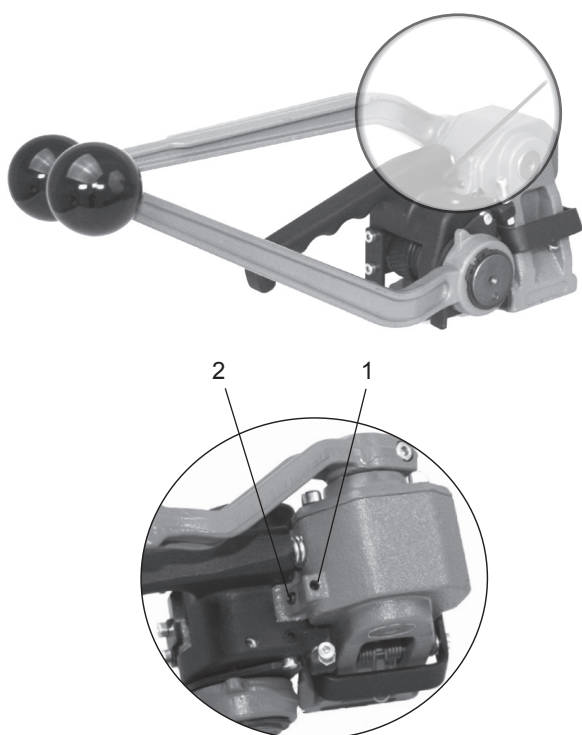

Fig. 9
- Desserrer la vis (Fig. 9/1) qui sécurise la vis de réglage (9/2).